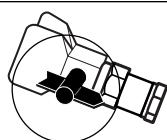

Figura 10- Instrucciones para colocar la boquilla en "Cleaning"
- Coloque la boquilla en la posición "Cleaning" (Vea la Figura 10).